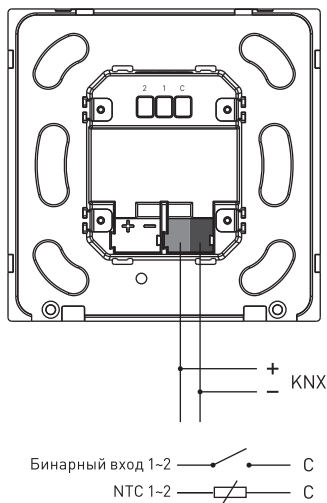

Рис. 1. Схема подключения
- 3.5. Подключите шину данных KNX к соответствующим клеммам панели согласно схеме на рис. 1.